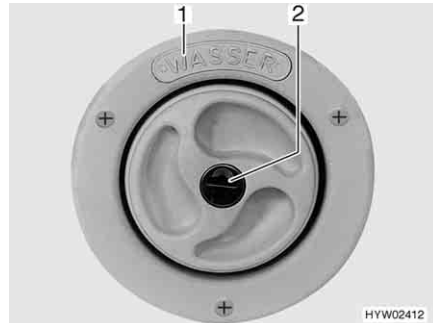
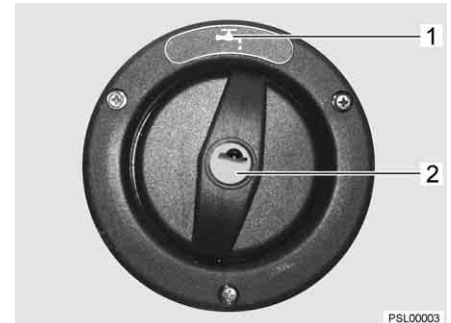

Fig. 37 Coperchio per bocchettone di riempimento dell'acqua potabile
Fig. 38 Coperchio per bocchettone di riempimento dell'acqua potabile (alternativa)
▷ Il bocchettone di riempimento dell'acqua potabile è contraddistinto dalla scritta "WASSER" (acqua) (Fig. 37,1) o con il simbolo "☉" (Fig. 38,1).
*Apertura:* ■ Inserire la chiave nel cilindro della serratura (Fig. 37,2 o Fig. 38,2) e ruotare in senso antiorario.